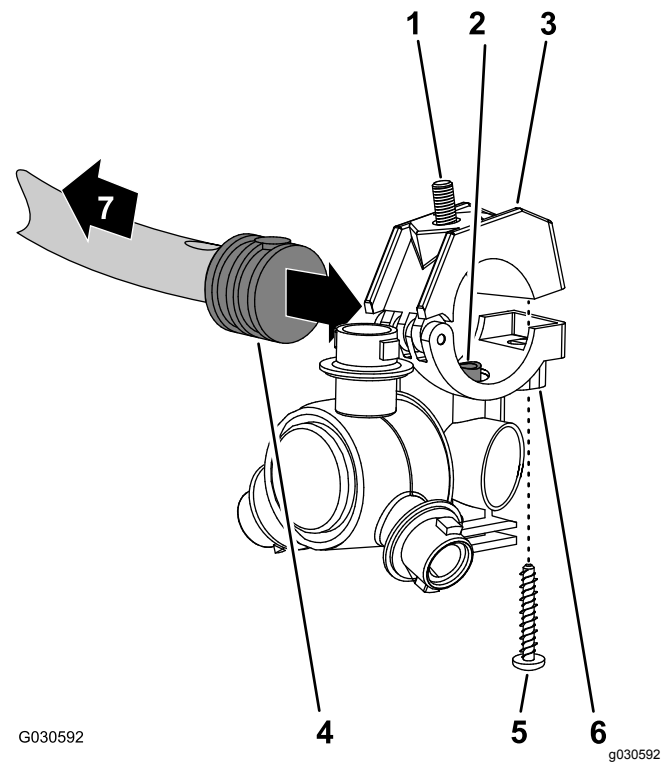
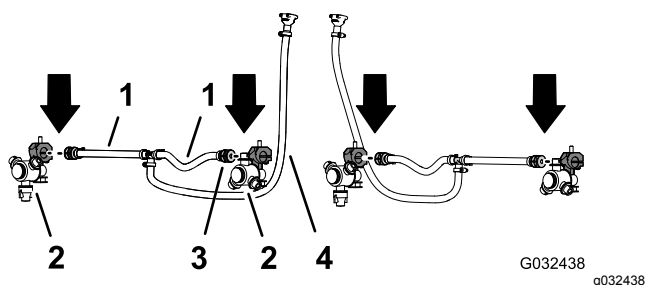

Figura 57
Figura 58
2. Trabajando con la boquilla de fumigación 2 que viene con el kit de acabado del sistema de fumigación GeoLink, retire el tornillo de acero inoxidable que fija la mitad superior de la abrazadera a la base (Figura 57).
- Localice el orificio en el lateral del conector de manguera de dentado simple, al final de la manguera de 25 cm (válvula de fumigación 5 o 6) de la sección de fumigación central (Figura 57 y Figura 58).
- Alinee el tubo de transferencia del soporte de una boquilla de fumigación (Figura 57) con el orificio del lateral del conector de manguera de dentado simple (13 mm).
- Cierre la mitad superior de la abrazadera alrededor del conector de manguera dentado y sujete la mitad de la abrazadera y el cuerpo de la boquilla de fumigación (Figura 57) con el tornillo de acero inoxidable (Nº 12 x 1-1/4"); apriete el tornillo de acero inoxidable a entre 14 y 18 N·m.
- Trabajando con la boquilla de fumigación, el perno de cabeza hexagonal, y el tornillo de acero inoxidable que retiró en los pasos 1 y 2 de Retirada de las boquillas de fumigación (página 27), repita los pasos 3 a 5 con el conector de manguera de dentado simple (Figura 57 y Figura 58) del otro extremo de la manguera de 25 cm.
- Trabajando con las 2 boquillas de fumigación que retiró en el paso 4 de Retirada de las boquillas de fumigación (página 27), repita los pasos 3 a 5 con los conectores de manguera de dentado simple del otro conjunto de mangueras (válvula de fumigación 5 o 6) de la sección de fumigación central (Figura 57 y Figura 58).